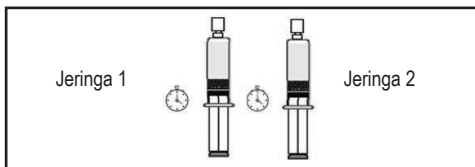

Figura 13.
- 4.1 Rote suavemente el contenido y permita que las microesferas se asienten en el émbolo. Pueden tardar varios minutos en asentarse por completo (Figura 13).